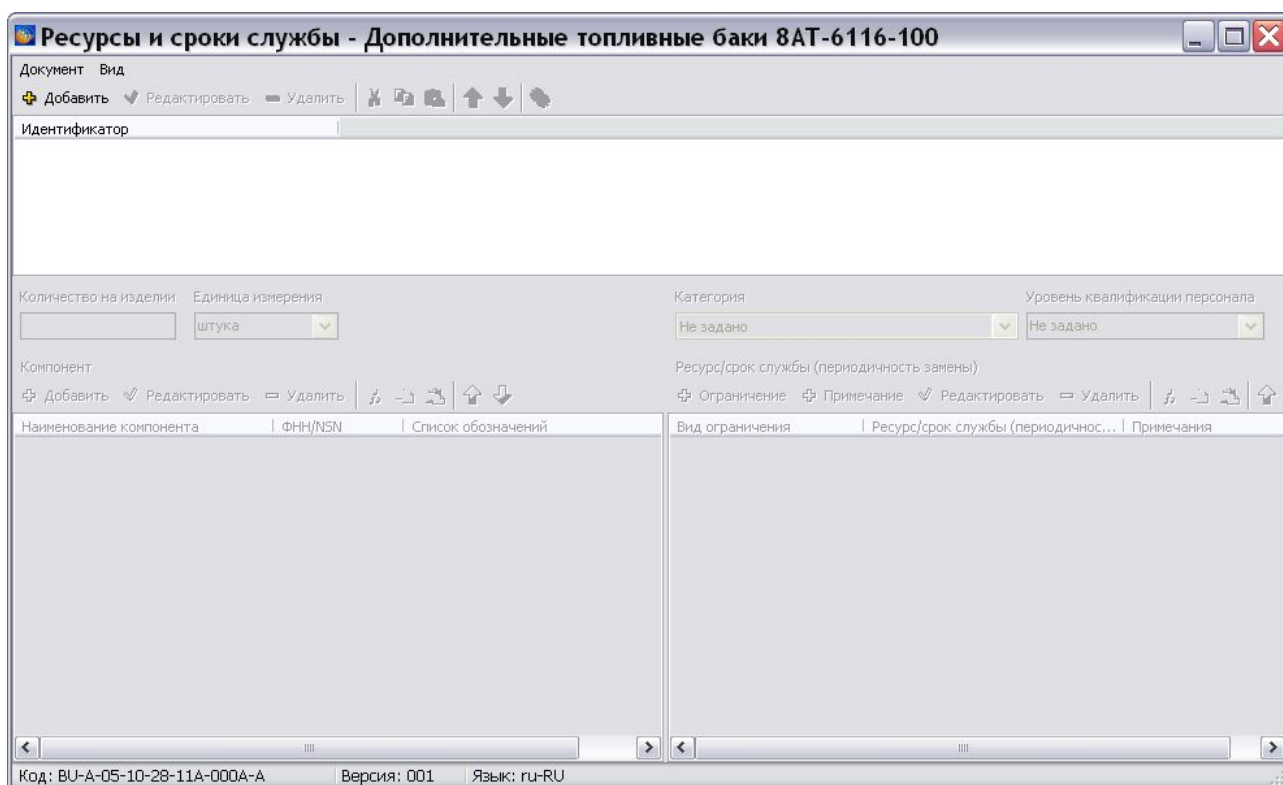

Рис. 7.3
4. Выделите версию и нажмите на кнопку  **Редактировать**. При этом откроется диалоговое окно редактора с названием модуля данных (Рис. 7.3).